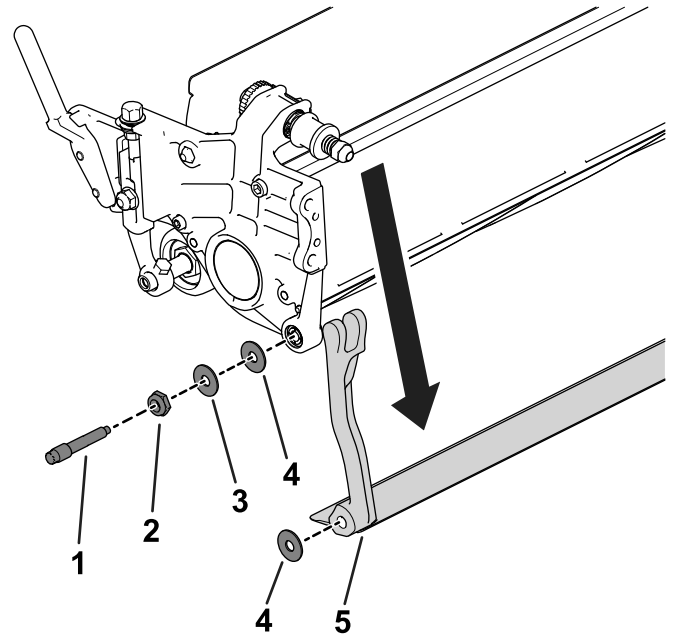

图 19
- 如图 19 所示在机器的两侧松开锁紧螺母。
- 拆下两个底刀架螺栓向下拉动底刀架并从滚刀组上拆下来图 19。
取下底刀架两端的 2 个钢垫圈和 1 个塑料垫圈图 19。
- 将尼龙垫圈放在侧板凸起的一侧。在两个尼龙垫圈的外侧各放一个钢垫圈图 19。